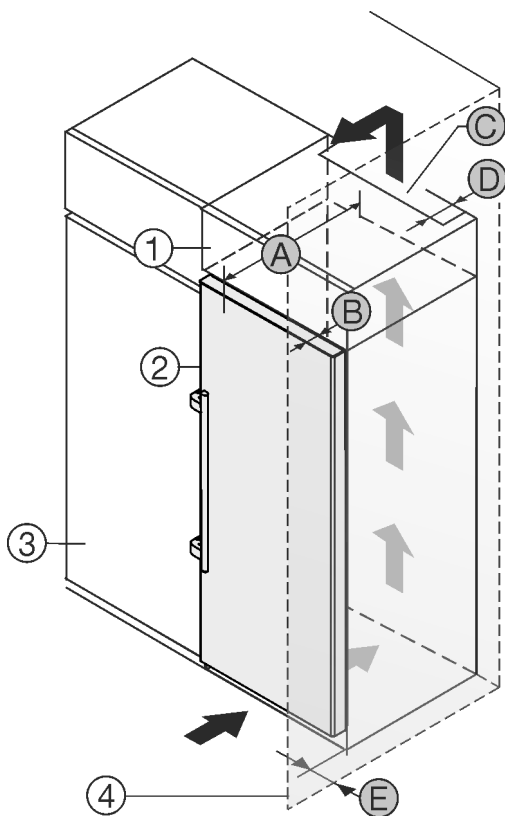

Fig. 2
Du kan plassere apparatet rett ved siden av kjøkkenskapet Fig. 2 (3).*
På baksiden av skapmodulen over enheten må det installeres en ventilasjonskanal med dybden Fig. 2 (D) over hele skapmodulens bredde.*
Ventilasjonsstverrsnittet Fig. 2 (C) under taket i rommet må overholdes.*
Hvis apparatet plasseres med hengslene mot en vegg Fig. 2 (4), må avstanden mellom apparatet og veggen være minst 57 mm . Dette tilsvarer hvor mye håndtaket stikker ut når døren er åpen.*
For at du skal kunne åpne døren helt, må apparatet rage dør dybden Fig. 2 (B) lenger ut enn fronten på kjøkkenskapene. Avhengig av kjøkkenskapenes Fig. 2 (3) dybde og bruk av veggavstandsstykker kan enheten rage enda lengre ut.*